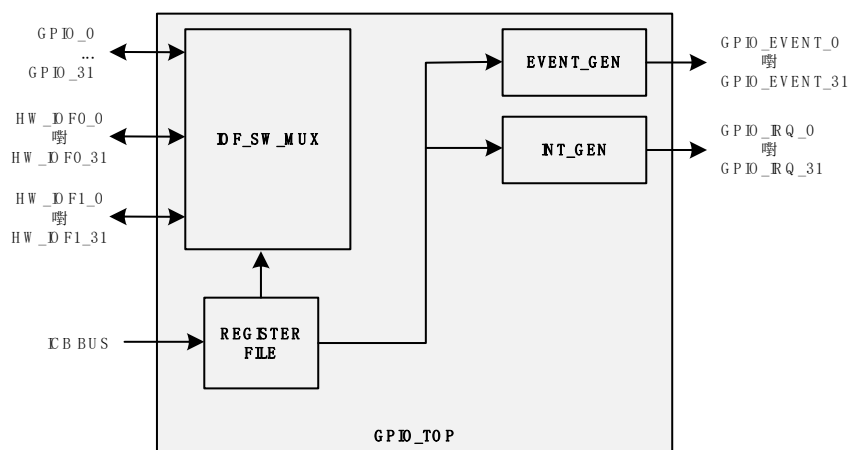

图 9-1 GPIO 数据流
- 譬如 SPI, UART 等等。GPIO 被 SoC 内部模块的复用分配如图 9-1 所示，其中每个 I/O 均可以供两个内部模块复用，软件可以通过配置每个 I/O 使其选择 IOF0 或者 IOF1 来选择信号来源。